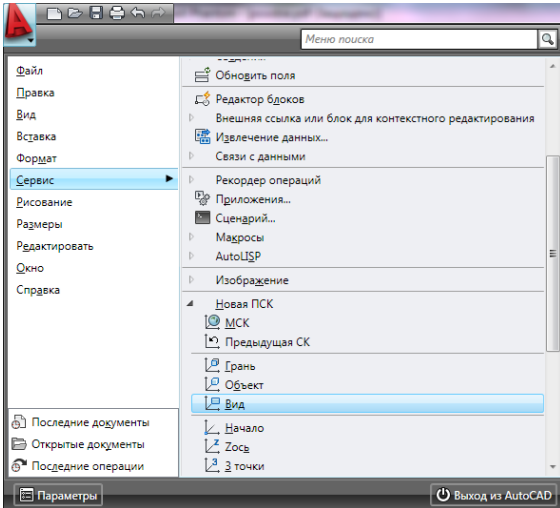
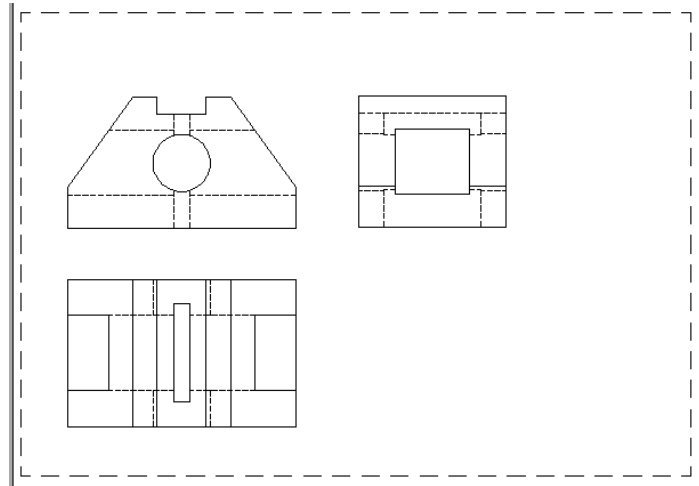

Рис. 25
Рис. 26
**Если один из видов созданного блока отображается в виде прямой линии, необходимо установить новую ПСК по виду.** Для этого используем строку меню *Сервис/Новая ПСК/Вид* (рис. 25). Повторим указанные действия для остальных окон, т.е. переведем на лист изображения всех созданных видов и разрезов. Изображения разместим так, как показано на рис. 26.